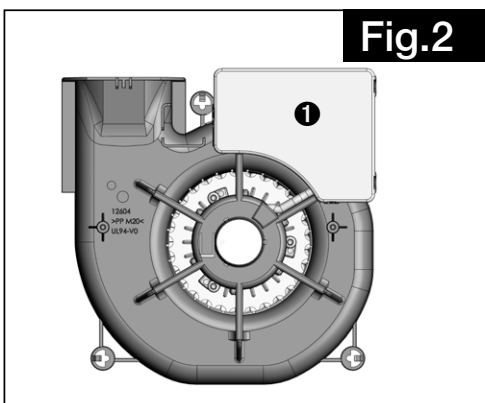
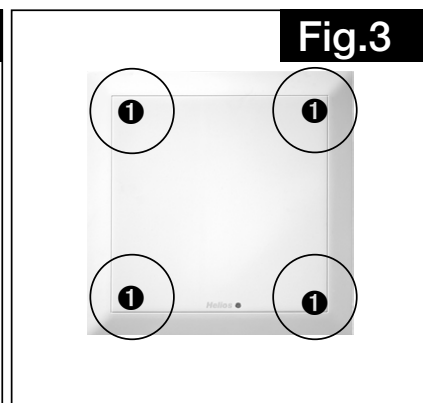

Fig.2
Fig.3
- Placer directement le smartphone sur le couvercle de la platine (voir Fig.2, point de contact ❶) de l'appareil ELS NFC.. non monté.
- Placer le smartphone sur la protection de façade (voir Fig.3, point de contact ❶) de l'appareil ELS NFC.. monté (voir le marquage de position du point de contact). Au cas où il n'est pas possible d'établir un contact, voir Fig.2/Fig.3 et description 4.2.1 points 1 à 4).
**Selon la position de montage (direction de rejet), il existe quatre positions possibles pour le point de contact ❶ (voir Fig.3). Le point de contact ❶ se situe au-dessus du système électronique (voir Fig.2).**
Placez le smartphone sur la surface de contact ❶ (voir Fig.3) et connectez-le à l'appareil ELS NFC.. Si le contact NFC n'est pas possible, retirez le filtre (voir point 2).
Tenir/poser le smartphone à plat sur le point de contact ❶ (voir Fig.3/Fig.7). Si les mesures indiquées aux points 1 à 2 ne suffisent pas, l'unité de ventilation doit être démontée („6.6 Démontage des ventilateurs“ à la page 20).